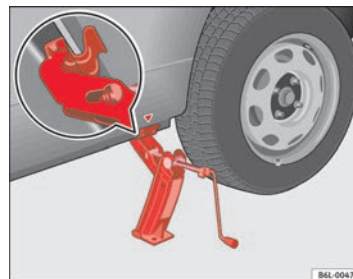

Abb. 127 Wagenheber anbringen
- Richten Sie den Wagenheber so aus, dass seine Klaue den Steg des Unterholms umfasst und die bewegliche Grundplatte plan auf dem Boden aufliegt ⇒ Seite 213, Abb. 127.